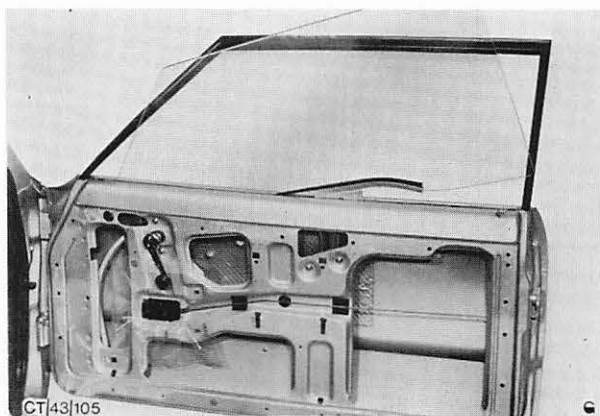

Abb. 3 Fensterscheibe aus dem Türschacht herausnehmen. Beachte; Scheibe muß zum Innenraum hin herausgenommen werden.
4. Türfensterscheibe ausbauen. Abb. 3.